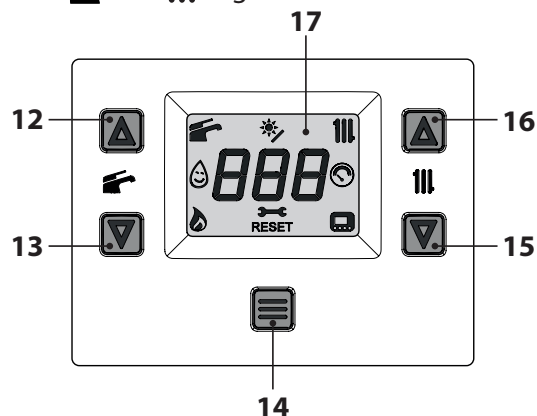

Figura 2.3
- Tenere premuto per 1 secondo il tasto 14 fino a far apparire sul display entrambe i simboli  e  Figura 2.3.